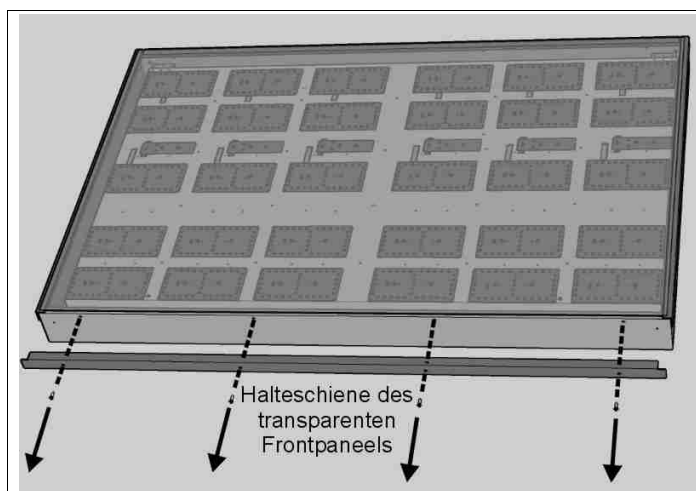

Abb. 12: Befestigungsschrauben des Frontpaneels
2. Von dem Modul, an dem sich die zu ersetzende Platine befindet, eine Seitenschiene entfernen, indem Sie die Befestigungsschrauben mit einem Kreuzschraubenzieher abschrauben (Abb. 12).